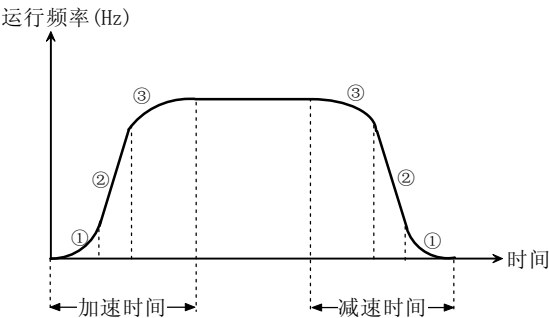

图 5-1-5 S曲线加减速
S曲线起始段时间如图5-1-5中①所示，这里输出频率变化的斜率从0逐渐递增。
S曲线上升段时间如图5-1-5中②所示，这里输出频率变化的斜率恒定。
S曲线结束段时间如图5-1-5中③所示，这里输出频率变化的斜率逐渐递减到0。